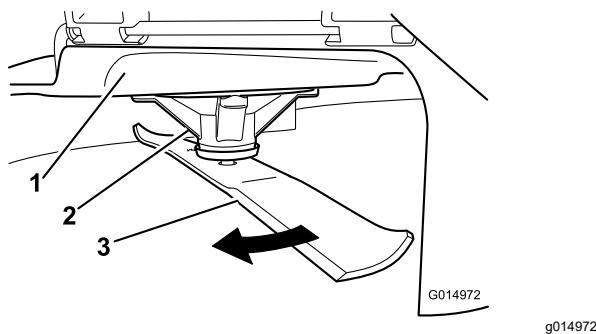

Figura 74
2. Indossando guanti dalla spessa imbottitura o altre protezioni idonee per le mani, ruotate lentamente la lama in una posizione che consente di misurare la distanza tra il bordo di taglio e la superficie piana su cui si trova la macchina (Figura 74).